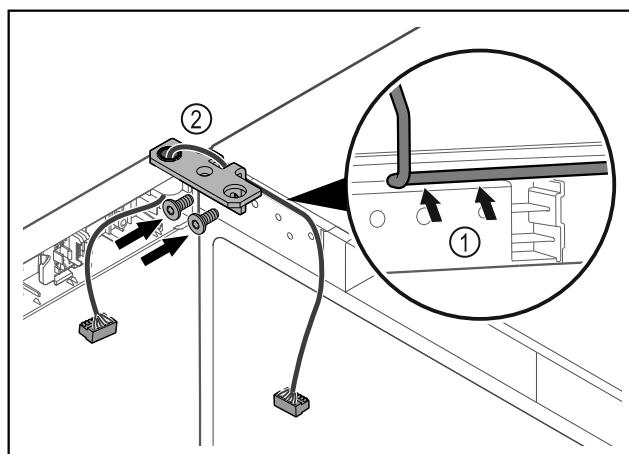

Fig. 47
- Kabel speljite skozi izrez tečaja kotnika in ga previdno zložite Fig. 47 (1).
- Privijte kotnik tečajev vrat Fig. 47 (2).